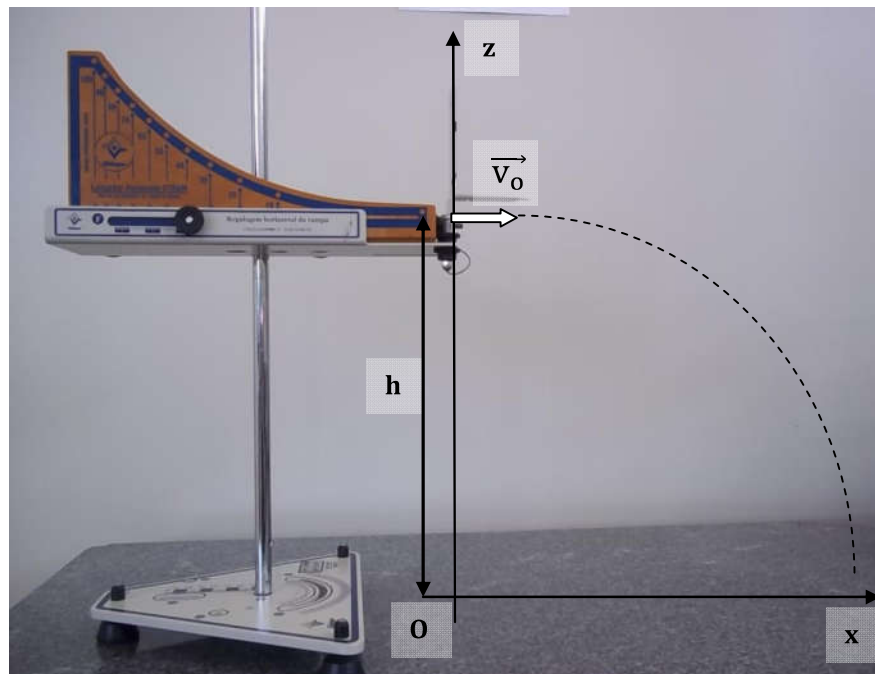

Figura 1 – Montagem experimental para o lançamento horizontal
4. Meça com uma régua milimetrada a altura ( $h$ ) do tripé (com incerteza), do tampo da mesa até a saída da rampa (Figura 1).